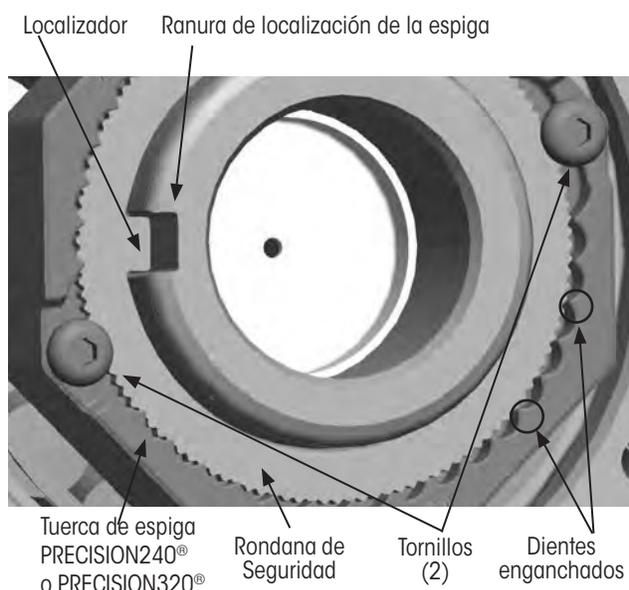

Figura 13: Rondana de seguridad y sistema de tuerca Precision de espiga completamente sujetadas
9. Instale la rondana de seguridad en el sistema de tuerca precision de espiga con el localizador alineado e insertado en la ranura de localización de la espiga como se muestra en la Figura 13.
**IMPORTANTE:** Los dientes entre la rondana de seguridad y la tuerca precision deben estar completamente enganchados como en la Figura 13. **NO AJUSTE LA TUERCA PARA ALINEAR LA RONDANA DE SEGURIDAD.**
1. Asegúrese de que la rondana de seguridad esté completamente asentada en la tuerca de espiga PRECISION240® o PRECISION320® (Figura 13).